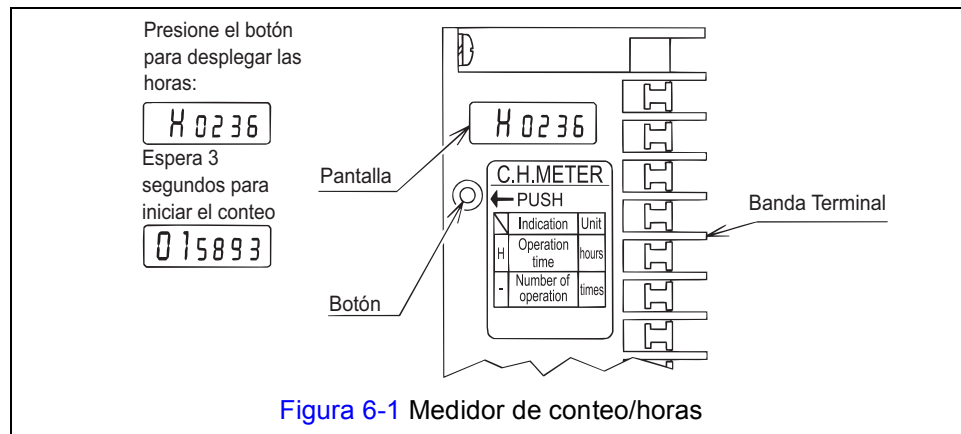

Figura 6-1 Medidor de conteo/horas
- 6.1.1 El medidor de conteo/horas (C/H) ubicado en el panel de control eléctrico registra el tiempo que el polipasto ha estado encendido y el número de arranques. Para ver los dos valores oprima una vez el botón en el medidor C/H. La pantalla exhibirá primero una “H” y un número de 4 dígitos que es el tiempo total que el polipasto ha estado encendido (hacia arriba o hacia abajo) en horas. Después de 3 segundos la pantalla automáticamente cambiará a un número de 6 dígitos el cual es el número de arranques del contactor del polipasto. Consulte la Figura 6-1.